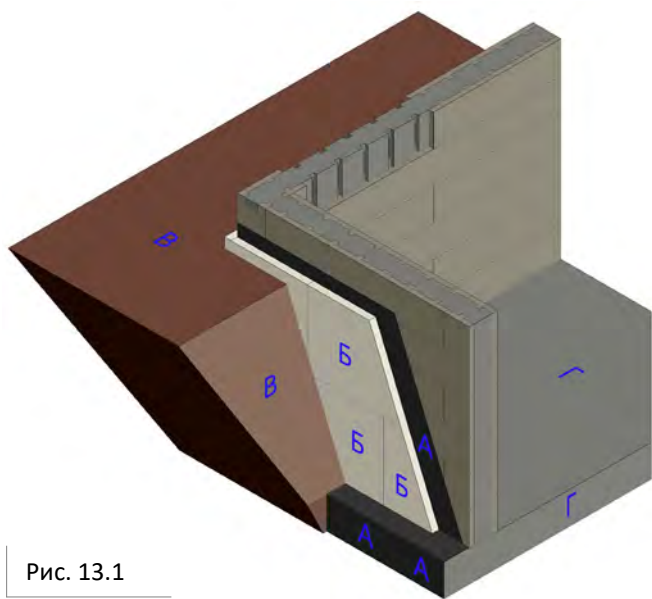

Рис. 13.1
13.1 Возведение подпорных стен для подвального или цокольного этажа производится из блоков серии 22/15. (рис.13.1)